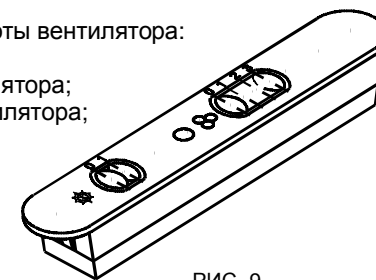

РИС. 9
7.2 Управление зонтом производится при помощи ползункового переключателя (рис. 9).